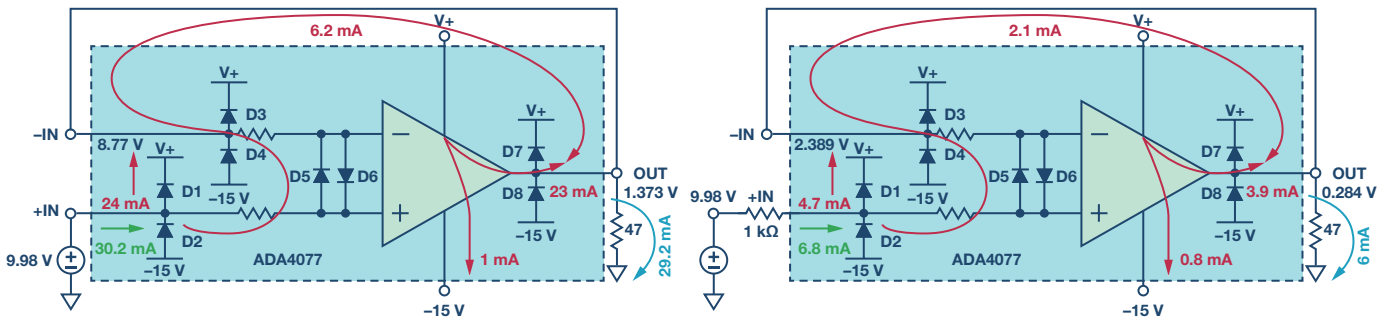

图6. V+未上电时ADA4077的电流路径 (10 V输入和47 Ω输出负载)
- ▶ 情况1: 当输入为10 V且OUT负载为47 Ω时, 输出为1.373 V。有23 mA电流从运算放大器的输出引脚流出 (参见图6), 电流路径为: